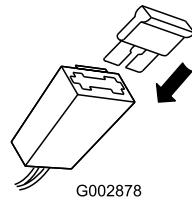

Figura 9
2. Inserite il fusibile nel portafusibili, come illustrato (Figura 9).